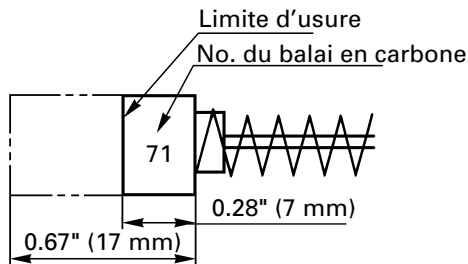

Fig. 20
4. Contrôle des balais en carbone (Fig. 20)
REMARQUE: Utiliser le balai en carbone HITACHI No. 71 indiqué sur la Fig. 20.